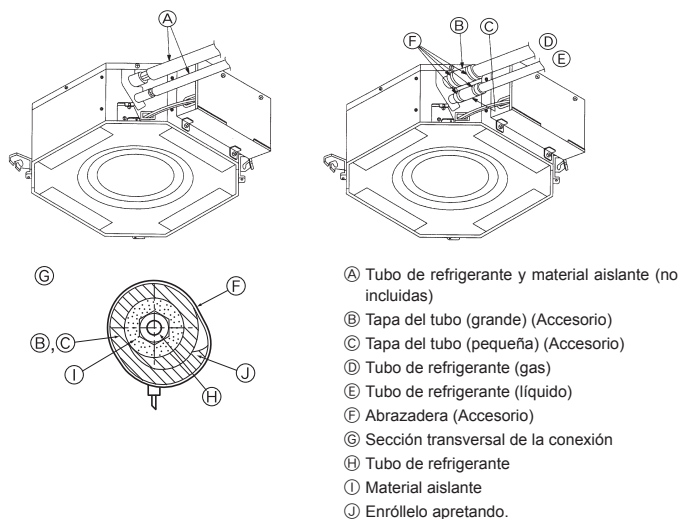

Fig. 4-4
- (C) No aplique aceite refrigerante para máquinas en las partes que contienen tornillos. (Las tuercas abocardadas podrían aflojarse.)
- (D) Asegúrese de utilizar las tuercas abocardadas que se suministran con la unidad principal. (El uso de productos de otros fabricantes puede provocar grietas.)
- (E) Aplique aceite refrigerante para máquinas sobre toda la superficie abocardada.
4.3. Unidad interior (Fig. 4-4)